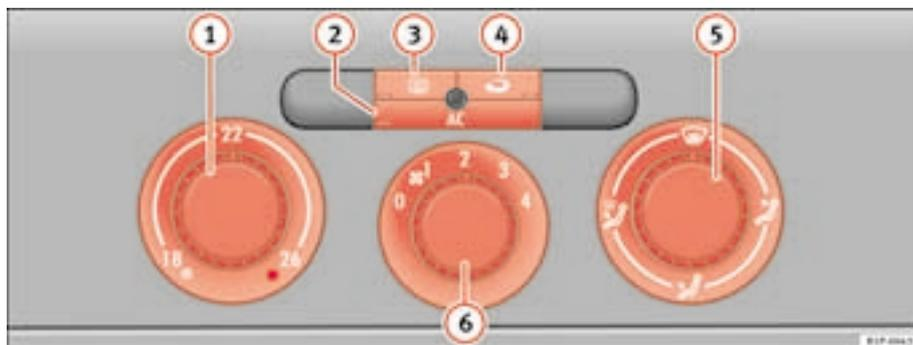

Fig. 106 Comandos do Climatic no painel de instrumentos
- Rodar o regulador da temperatura ⇒ fig. 106 ① para a direita, até ser atingida a potência calorífica pretendida.